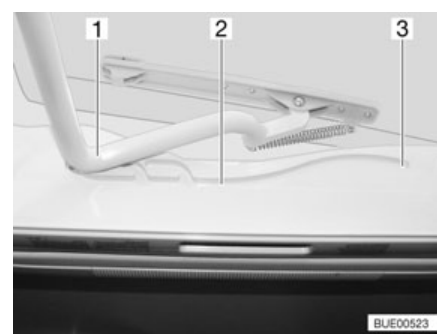

Fig. 69 Lanterneau Heki, glissière
- Tirer l'étrier (Fig. 69,1) dans les glissières (Fig. 69,2) jusque dans la position la plus reculée (Fig. 69,3).
- Pousser l'étrier (Fig. 69,1) légèrement vers le haut avec les deux mains.
- Tirer l'étrier dans les glissières (Fig. 69,2) jusqu'à la position souhaitée.